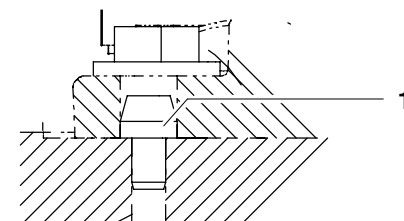

Fig. 69 Boulon d'appui
- (1) Vérifier les deux boulons d'appui (Fig. 69/1) pour s'assurer qu'ils sont bien serrés et non endommagés.